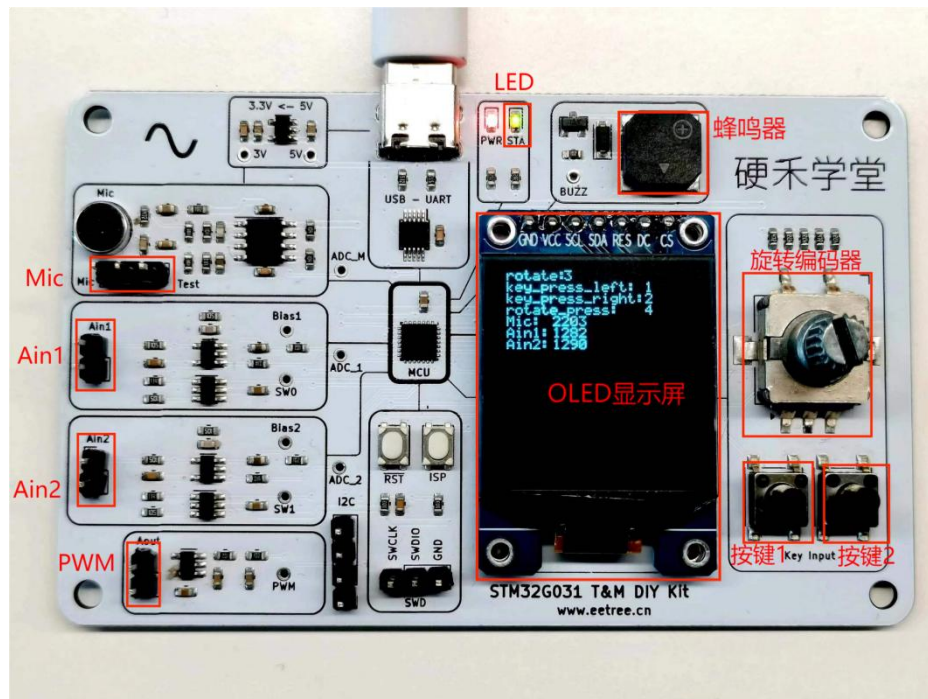

图 3.1 实物图
- 程序烧录完成后，显示屏显示按键、ADC、PWM 和麦克风的功能参数（如上图 3.1）。